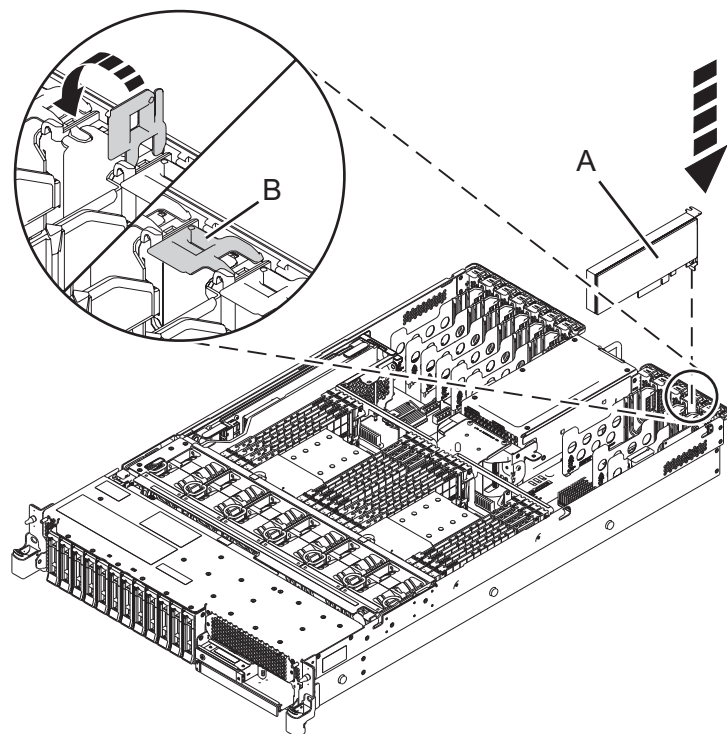

Abbildung 35. PCIe-Adapter im System vom Typ 5148-21L, 5148-22L, 8247-21L, 8247-22L, 8284-21A oder 8284-22A installieren oder austauschen
7. Wenn die Adaptersicherung (B) des Zielsteckplatzes nicht bereits geöffnet ist, ziehen Sie die Adaptersicherung in die geöffnete Position, indem Sie sie von ihrem Clip an der Systemrückseite nach außen drehen - siehe Darstellung in Abb. 35.
8. Fassen Sie den Adapter vorsichtig an der Oberkante oder am Haltesteg an und richten Sie den Adapter an dem Steckplatz und dem zugehörigen Anschluss an der Systemrückwandplatine (A) aus, siehe Darstellung in Abb. 35.
10. Drehen Sie zum Verriegeln des Adapters im Steckplatz die Adaptersicherung (B) in die abgebildete Richtung in Abb. 35.